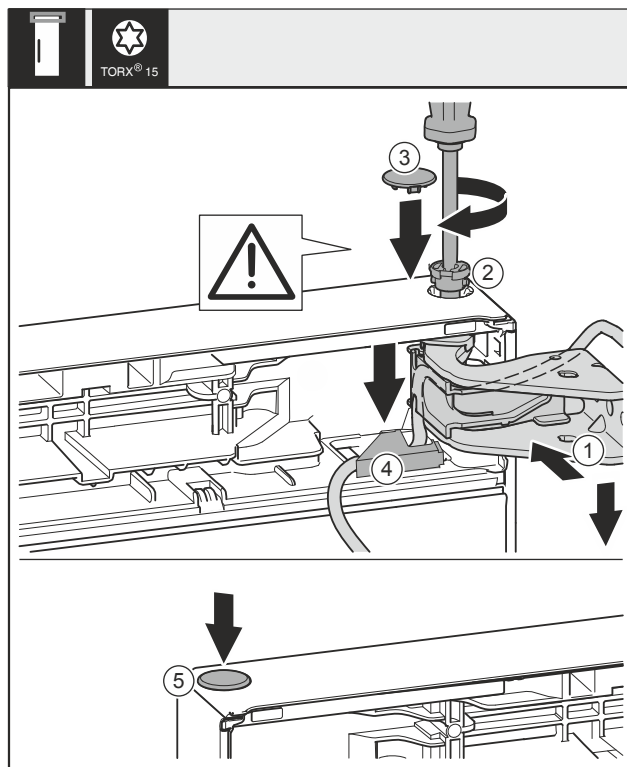

Fig. 43
- Выровняйте дверь сверху по отверстию в опорном кронштейне Fig. 43 (1).
- Вставьте палец Fig. 43 (2) и затяните отверткой.
- Установите предохранительную крышку для защиты двери: вставьте предохранительную крышку Fig. 43 (3) и проверьте, прилегает ли она к двери. В ином случае вставьте палец полностью.
- Установите крышку Fig. 43 (4) и прижмите вниз до момента фиксации.
- Вставьте заглушку Fig. 43 (5).